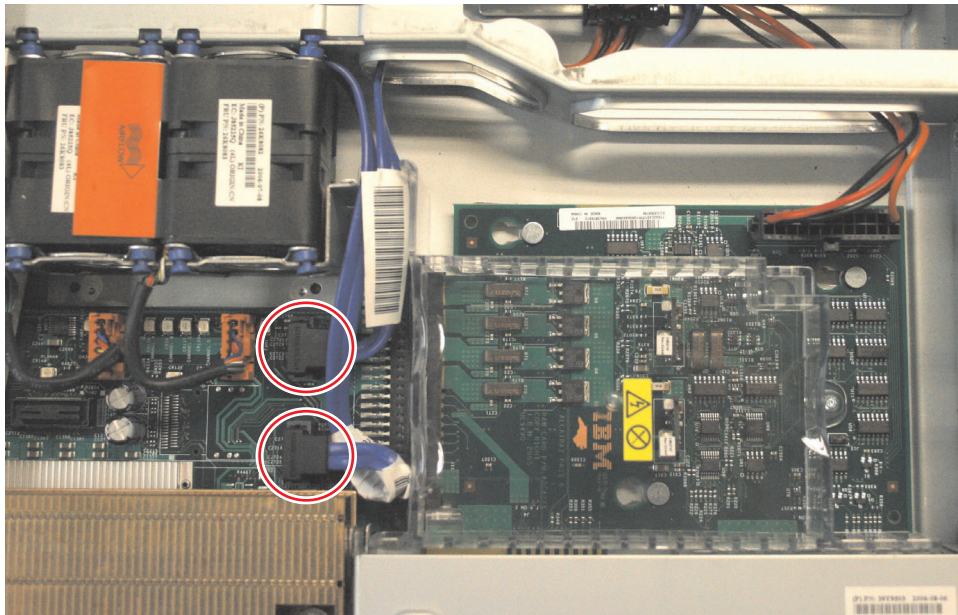

図 128. SAN ボリューム・コントローラー 2145-8G4 ディスク・ドライブ・バックプレーン コネクター
- 電源機構バックプレーン・カードに電源ケーブルを再接続します。次に、システム・ボードに 2 本の青色の信号ケーブルを再接続します。162 ページの図 128 に示すように、左のケーブルはフロント・システム・ボードのコネクタに、右のケーブルは背面システム・ボードのコネクタに接続します。